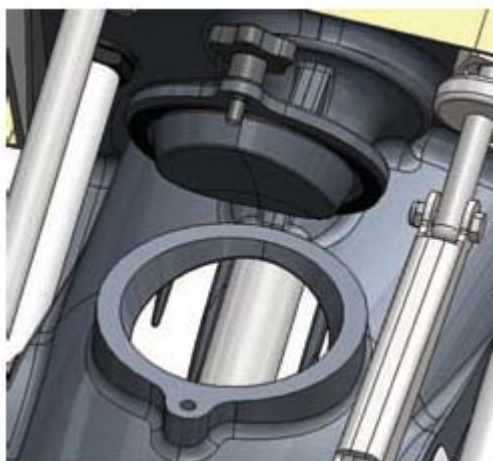

Figura 31. Apertura sportello di ispezione
1. Aprire il portello di ispezione (figura 31).